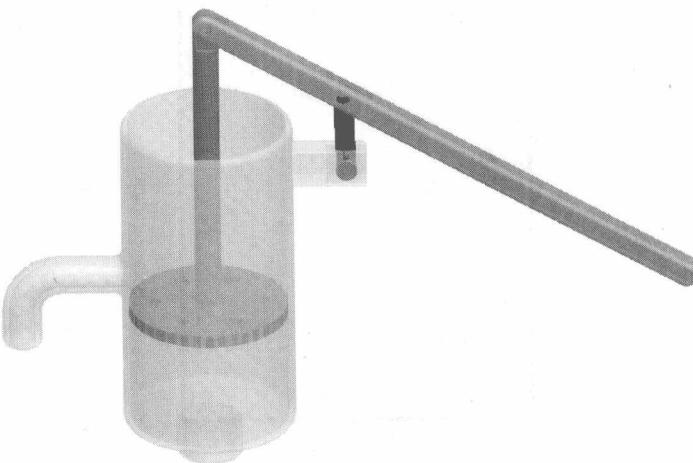

图1-17
- 上下拖动“N1_99_4.prt”，观察整个机构运行情况，如图1-17所示。单击 \times 按钮，退出【拖动】对话框。